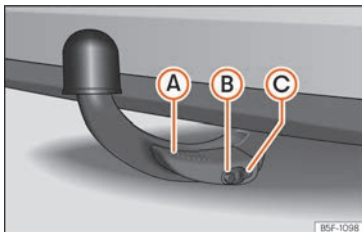

Fig. 181 Gancho de remolque fijado correctamente
- La palanca **A** está arriba >>> **fig. 181**.
- La parte roja y verde del perno de desbloqueo **B** es completamente visible >>> **fig. 181**.
- La tapa **C** está sobre la cerradura >>> **fig. 181**.
- Al liberar el gancho de remolque, para evitar pillarse los dedos, se recomienda mantener las manos retiradas de la palanca **A** >>> **fig. 181**.